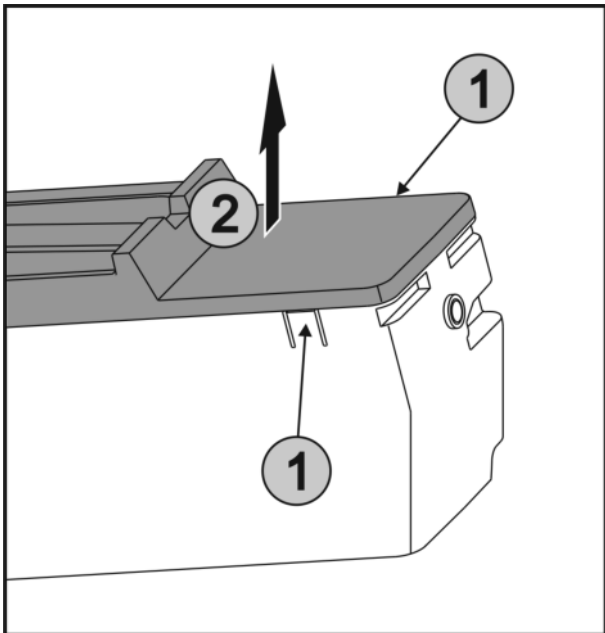

Fig. 117
- ▶ Laschen Fig. 117 (1) an den beiden Seiten von EasyTwist-Ice gleichzeitig drücken und die Abdeckung Fig. 117 (2) nach oben entnehmen.